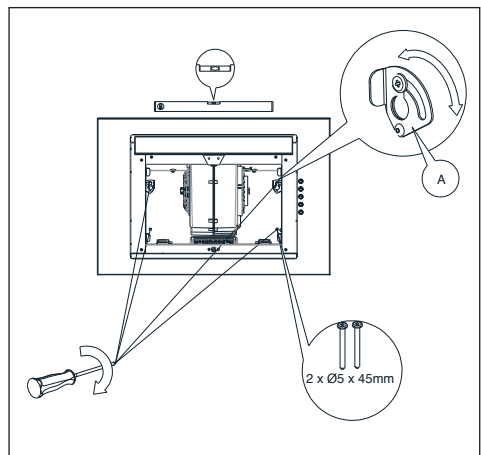

Fig.14 Posicionamiento de la campana de alcance
5. Coloque el nivel en el cuerpo de la campana. Girando el elemento marcado con una A, ajuste el nivel de la campana según las indicaciones del nivel, y luego apriete dos tornillos previamente atornillados parcialmente y enrosque los dos tornillos restantes (Fig. 14).